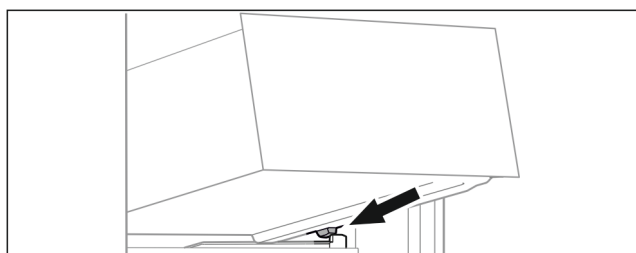

Fig. 94
- ▶ 将抽屉斜放在容器肋梁上的止动器后面。(参见 Fig. 94)